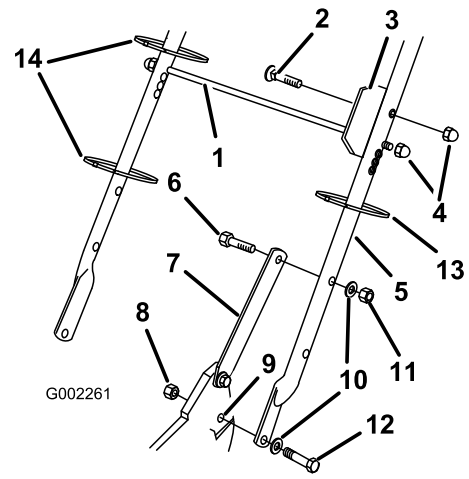

Figura 3
1. Sujete el manillar al exterior de la carcasa de la máquina (usando el taladro inferior) con 2 pernos (5/16 x 1-1/4 pulgadas), arandelas y contratuercas finas (5/16 pulgada) (Figura 3).
2. Fije los cierres del manillar al manillar con dos pernos (5/16 x 1-1/2 pulgadas), arandelas, y contratuercas (5/16 pulgadas) (Figura 3).
3. Introduzca el perno a través de la chapa de alineación de la bolsa y el segundo taladro desde arriba del lado izquierdo del manillar, y fíjelo con una contratuercas de caperuza (Figura 3).
4. Deslice la varilla de soporte de la bolsa por el tercer (desde arriba) taladro de montaje de cada lado del manillar y fije cada extremo con una contratuercas de caperuza (Figura 3).
5. Utilice sujetacables para fijar los cables de control al manillar (Figura 3).